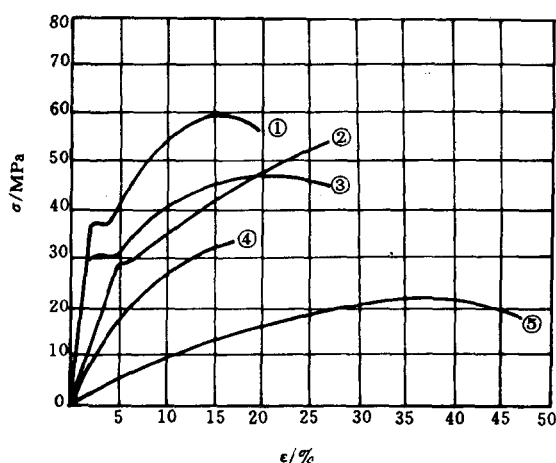

图 1-1
9. 如图 1-1 所以,为五种材料的应力—应变曲线:①45 钢;②铝青铜;③35 钢;④硬铝;⑤纯铜。试问,当外加应力为 30MPa 时,各材料处于什么状态?